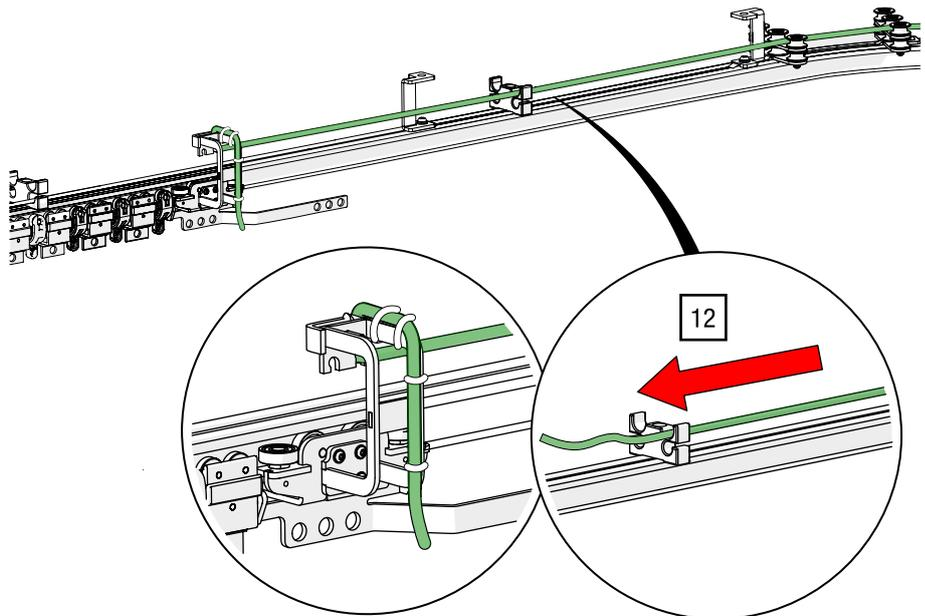

Abb. 109: Doppelt oben liegende Seilführung – Seil durch Seilführung einseitig in Zugwagen führen
12. Führen Sie das Seilende durch die folgenden Seilführungen und einseitig in die Klemmvorrichtung am Zugwagen und fixieren Sie es mit vier Kabelbindern (siehe Abb. 109).